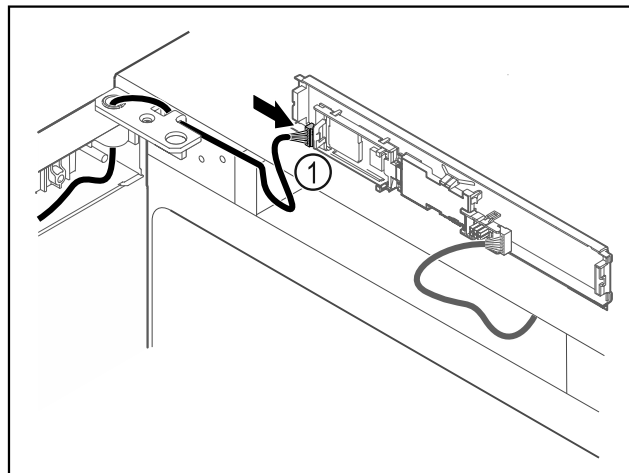

Fig. 65
- ▶ Připojte zástrčku Fig. 65 (1) na desku.